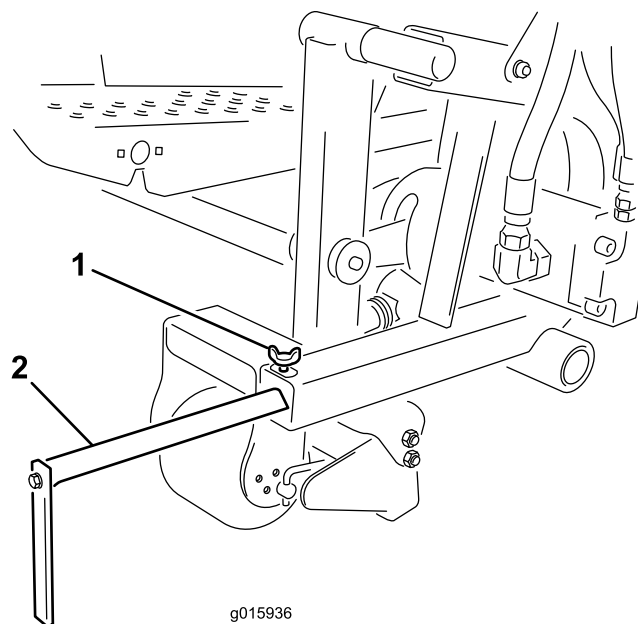

Bild 11
Lösen Sie die Einstellschrauben und bewegen Sie die Ausrichtungsführung in die gewünschte Stellung (Bild 11).
1. Lösen Sie die Schraube und bewegen Sie die Ausrichtungsführung nach vorne oder hinten in die gewünschte Stellung (Bild 11).